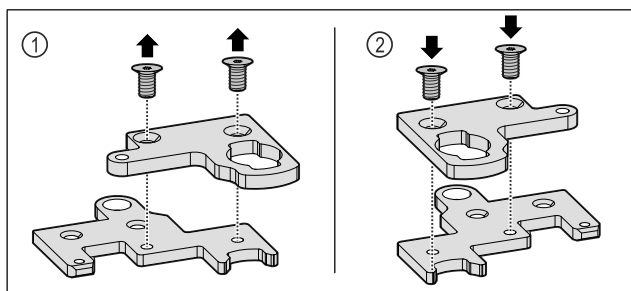

Fig. 27
- Zweiteiligen Scharnierwinkel auseinanderbauen. Fig. 27 (1)
- Zweiteiligen Scharnierwinkel um 180° (180°) gedreht wieder zusammenbauen. Fig. 27 (2)